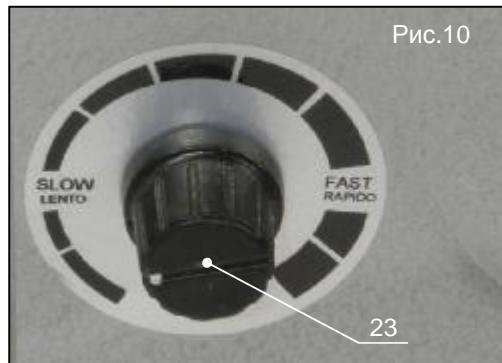

Рис.10
1. Вращать ручку (поз.23, рис.10) регулятора по часовой стрелке – для увеличения оборотов двигателя.
2. Вращать ручку (поз.23, рис.10) регулятора против часовой стрелки – для уменьшения оборотов двигателя.